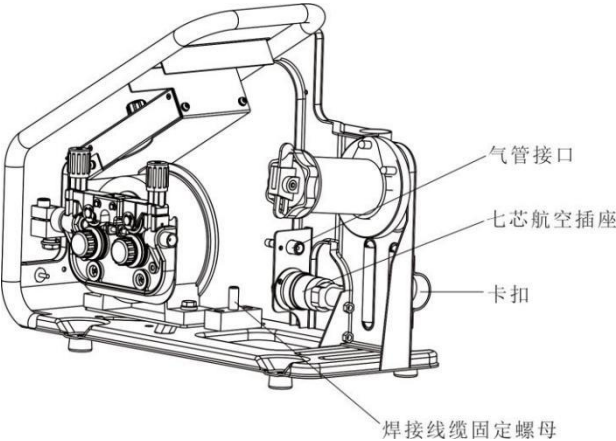

图2-4 送丝机接线示意图
1. 用送丝机尾部卡扣将七芯控制电缆、气管和正极输出焊接电缆固定，如图 2-4 所示；